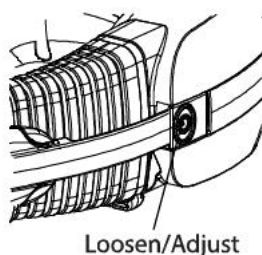

Figure 12 - Adjust Button
④ 両方のベローズを最も広い開口部まで緩めます。
- ブロワーの調整ボタンを押し、ベローズを引いて伸ばします。図12を参照してください。